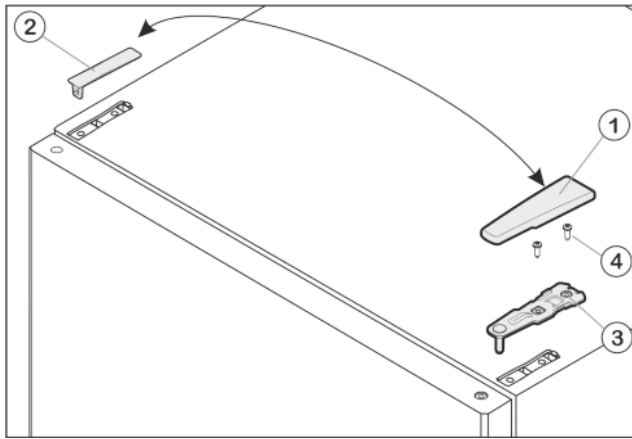

Fig. 8
- ▶ Pokrov Fig. 8 (1) snemite s potegom naprej in navzgor.
- ▶ Dvignite pokrov Fig. 8 (2).
- ▶ Odvijte zgornji ležajni podstavek Fig. 8 (3) (2 krat Torx® 25) Fig. 8 (4) in ga s potegom navzgor snemite.
- ▶ Zgornji ležajni podstavek *Fig. 8 (3)* vstavite na vrata na novi strani s tečaji.
- ▶ Zgornji ležajni podstavek **trdno (s 4 Nm)** privijte (2 krat Torx® 25) *Fig. 8 (4)*. Z iglo pripravite izvrtine za vijake ali uporabite akumulatorski izvijač.
- ▶ Pokrov *Fig. 8 (1)* in pokrov *Fig. 8 (2)* od zunaj pripnite na drugo stran.